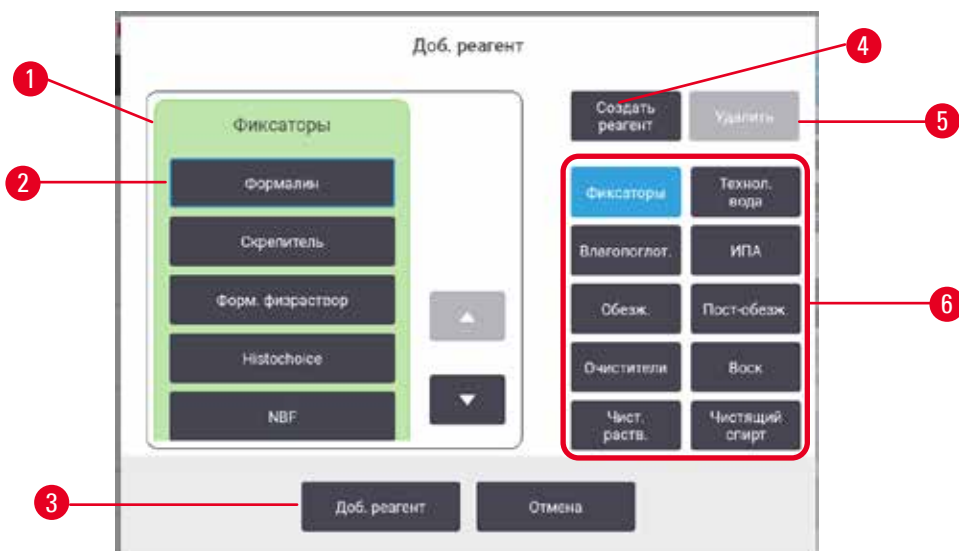

Рис. 69
1. Нажмите **Add reagent (Добавить реагент)**. Появится диалоговое окно (→ Рис. 69) со списком всех типов реагентов, упорядоченных по группе реагентов.
- A. Нажмите **Add reagent (Добавить реагент)**. Появится диалоговое окно (→ Рис. 69) со списком всех типов реагентов, упорядоченных по группе реагентов.